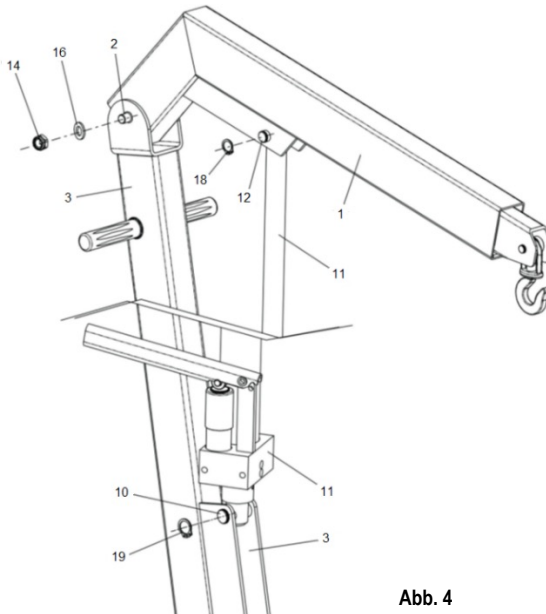

Abb. 4
3. Bauen Sie den Arm (1 – Abb. 4) und den Rahmen (3 – Abb. 4) mittels des Fixierstifts (2 – Abb. 4), der Mutter (14 – Abb. 4) und der Dichtung (16 – Abb. 4) zusammen.
Bauen Sie die Zylindereinheit (11 – Abb. 4) und den Rahmen (3 – Abb. 4) mittels des Fixierstifts (10 – Abb. 4) und des Sicherungsrings (19 – Abb. 4) zusammen.
Bauen Sie die Zylindereinheit (11 – Abb. 4) und den Arm (1 – Abb. 4) mittels des Fixierstifts (12 – Abb. 4) und des Sicherungsrings (18 – Abb. 4) zusammen.